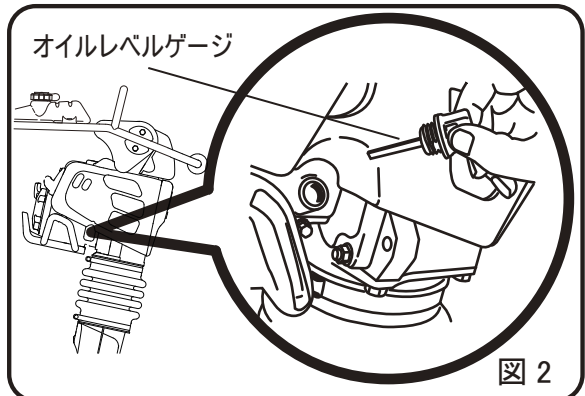

図 2
(図2)
- 5 燃料タンクへレギュラーガソリン（無鉛）を入れると同時にエンジンオイルも点検し早めに補充して下さい。(図2, 図4)